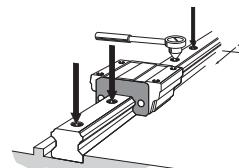

图10 全锁紧装配螺栓
(4) 使用扭矩扳手,将装配螺栓按规定的扭矩拧紧。(请参照图10**B1-101**、表1和表2)